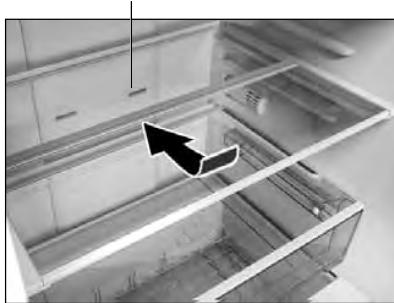

Figura 8
4.1.4 Dacă este necesar să plasați containere înalte în CF, este necesar să ridicați partea din față a raftului-sticla (pliant) și să o împingeți sub partea din spate, în conformitate cu desenul (figura 8).